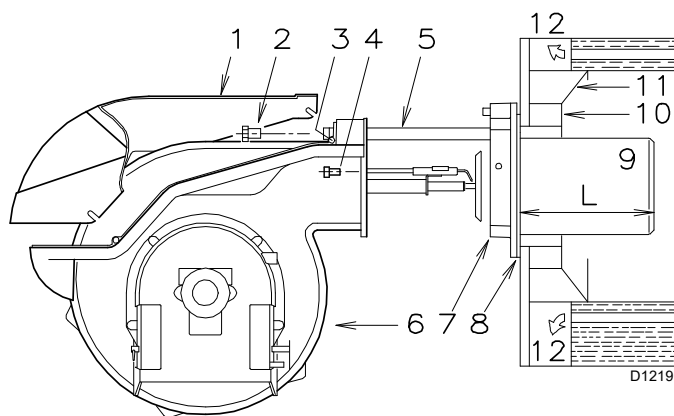

Fig. 11
Después de esta eventual operación, fijar la brida 7)(Fig. 11) a la placa de la caldera, interponiendo la junta 8) suministrada en dotación. Utilizar los 4 tornillos suministrados después de haber protegido su rosca con productos antiagarrotamiento.
- abrir el quemador en las guías, como indica la (Fig. 11 en pág. 15);